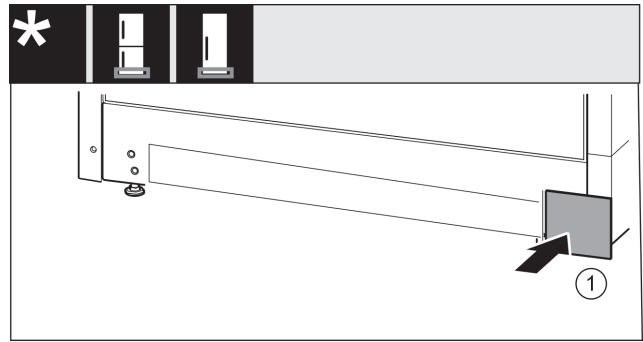

Fig. 26
- ▶ Kryt opět nasadte na druhé straně. Fig. 26 (1)